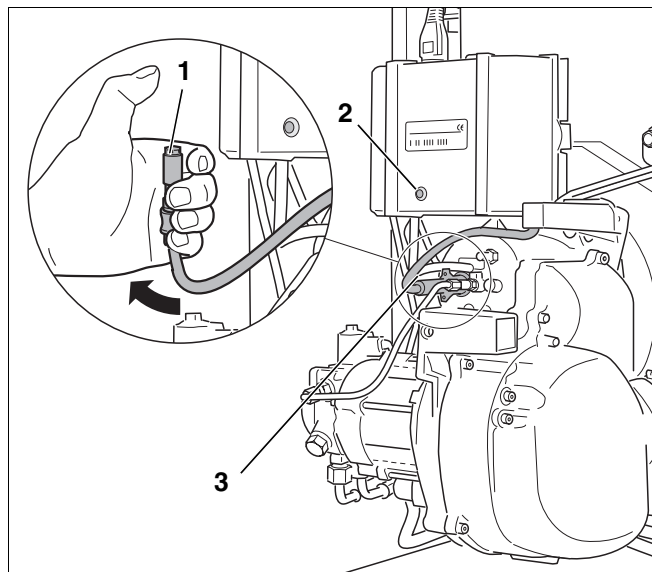

Рис. 40 Проверка работы датчика пламени
- При работающей горелке вынуть датчик пламени из держателя (рис. 40, поз. 3).
- Датчик пламени держать против света (рис. 40, поз. 1). После повторного запуска должно произойти отключение из-за неисправности.
- По истечении времени ожидания, составляющего примерно 30 секунд, нужно разблокировать автомат горения дизельного топлива, нажав кнопку подавления помех (рис. 40, поз. 2) или кнопку Reset на BC 10.